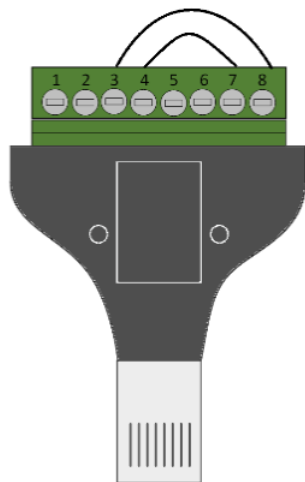

图 74 多机控制中 PDC 电源端子接线示意图
- 2) 第一台 PDC 电源以 485 接口通信时, 菊花链结构中最后一台 PDC 电源的 OUT 端子需连接一个附件中的端子, 将 3 脚和 8 脚短接, 将 4 脚和 7 脚短接。第一台电源的输入 IN 端子同样采用上述方式短接, 将 3 脚和 8 脚短接后作为 RS485-A, 将 4 脚和 7 脚短接后作为 RS485-B。连接方式参阅图 74 所示。